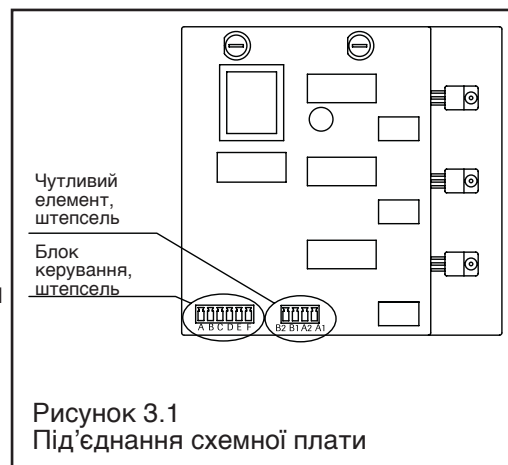

Рисунок 3.1 Під'єднання схемної плати
- Приєднайте з'єднання блока керування та чутливого елемента до роз'ємів схемної плати (порів. рис. 3.1)